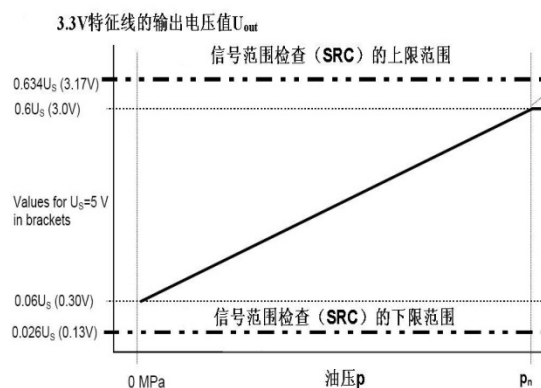

图3-33 油压函数的输出电压（3.3V特征线）
3.3V特征线的输出电压值 U_{out} 如图3-33所示：